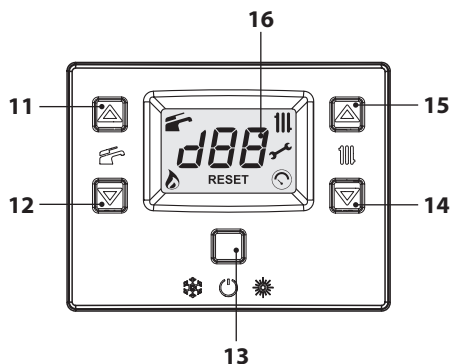
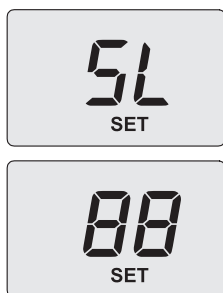

Figura 7.2
Figura 7.12
- Entrare in "modalità programmazione" premendo contemporaneamente per 10 secondi i tasti 13-14-15 (Figura 7.2) fino a far apparire sul display LCD le lettere **Pr** che si alternano al numero del parametro **01**, indicanti l'entrata nel "parametro 01" (Figura 7.3).
- Scorrere i vari parametri utilizzando i tasti 14 o 15 (Figura 7.2) fino a far apparire sul display LCD le lettere **Pr** che si alternano al numero del parametro **09**, indicanti l'entrata nel "parametro 09" (Figura 7.4).
- Utilizzando i tasti 11 o 12 (Figura 7.2) è possibile scorrere i vari valori di regolazione.
- Utilizzare i tasti 14 o 15 (Figura 7.2) fino a portarsi allo stato **LP** (spazzacamino attivo in minimo sanitario) e premere il tasto 13 per confermare. Sul display appare **LP** alternato alla temperatura massima in sanitario.
- Agire sui tasti 15 o 14 (Figura 7.2) per incrementare o decrementare il valore. Attendere 3 secondi per stabilizzare la pressione del gas quindi leggere il valore sul manometro gas. **Ricordarsi di mantenere l'andamento in salita.**
- Premere il tasto 12 (Figura 7.2) per 5 secondi per memorizzare il valore.
- Premere il tasto 11 (Figura 7.2) per passare alla taratura del minimo gas. Il display visualizza **SL** alternato al parametro potenza minima assoluta e la scritta "**SET**" (Figura 7.12).
- Agire sui tasti 15 o 14 (Figura 7.2) per incrementare o decrementare il valore. Attendere 3 secondi per stabilizzare la pressione del gas quindi leggere il valore sul manometro gas. **Ricordarsi di mantenere l'andamento in discesa.**
- Premere il tasto 11 (Figura 7.2) per verificare il valore massimo impostato ed eventualmente correggerlo seguendo la procedura sopra descritta.
- Premere il tasto 11 (Figura 7.2) per verificare il valore minimo impostato ed eventualmente correggerlo seguendo la procedura sopra descritta.